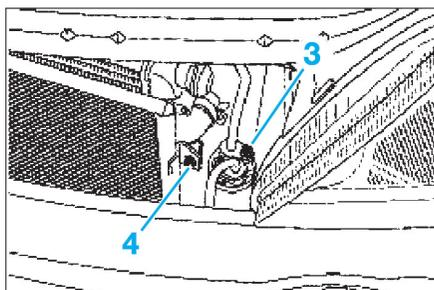

Fig. 8
- la vis (3) du raccord de tuyau sur la bouteille déshydratante (Fig.8),